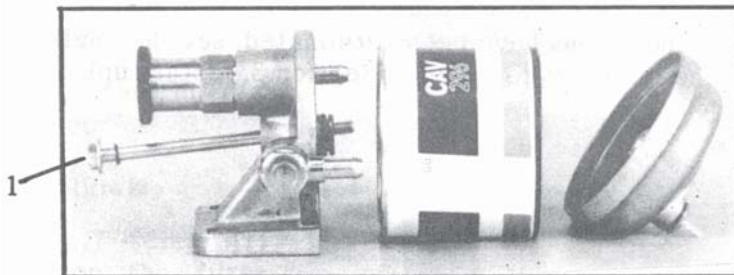

Рис. 17
- Освободите винт (1) (рис. 17), находящийся сверху на фильтре и замените фильтр, одновременно заменив резиновые уплотнители.